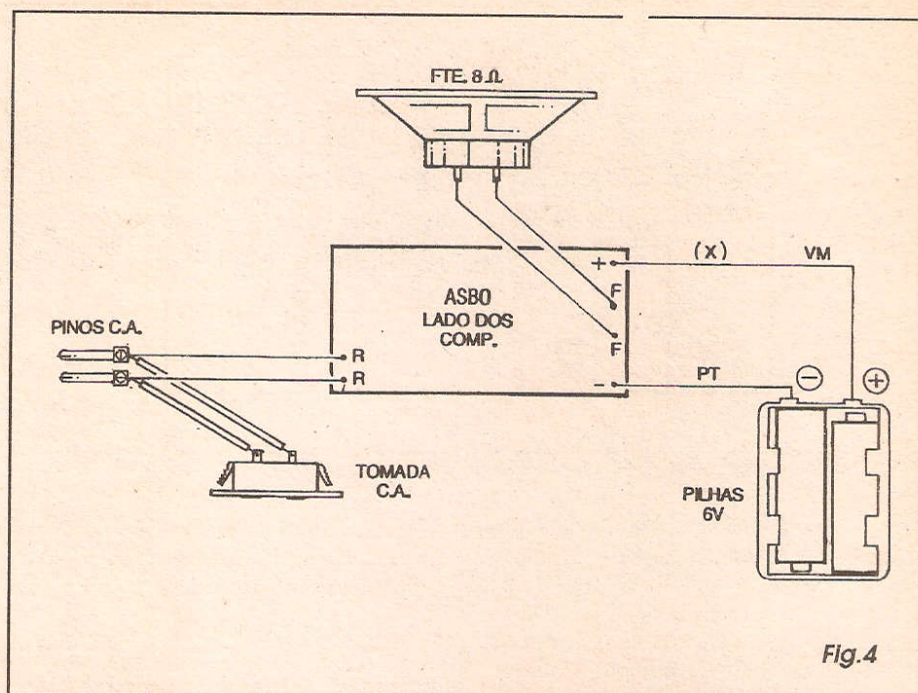

Fig.4
- **FIG. 4 - DETALHES SOBRE O TRAFO E OS LDRs...** - No item A da figura são dadas informações para o correto aproveitamento do transformador de força, incluindo o caso de *secundário* de três terminais (9-0-9), no qual o fio de um dos extremos pode, simplesmente, ser desprezado (cortado curto, por não usado no circuito...) e a explicação quanto à opção de tensão de rede, mostrando quais fios devem ser usados para 110V ou para 220V, conforme o caso... No item B é mostrado em aparência e símbolo, o LDR, no formato mais genérico que recomendamos usar no circuito da **PIPOMAZ**... Insistimos que, por várias razões mecânicas, óticas e eletrônicas, é melhor usar **LDRs idênticos**, e, além disso, que apresentem diâmetro em torno de 1 cm (os *muito* pequenos, ou *muito* grandes, não são recomendados...).
- **FIG. 4 - CONEXÕES EXTERNAS À PLACA** - Na sua concepção básica, as ligações externas à placa do circuito do ASBO são vistas na figura (placa ainda observada pela sua face sem cobre, como no diagrama anterior...). Atenção à polaridade das ligações dos fios provenientes do suporte das pilhas (sempre com o fio **vermelho** indicando o **positivo** e fio **preto** sinalizando o **negativo**...), aos pontos "+" e "-"... Os terminais do alto-falante,
maquinário a ser alimentado/monitorado, o LED piloto, os furinhos para a saída de som do alto-falante e - na lateral - o interruptor geral... Nessa configuração (mais elegante e profissional, como já foi dito...), a utilização é feita assim: os pinos da traseira do **ASBO** são ligados a uma tomada local, de 110 ou 220V, conforme o caso (não esquecendo da adequação do resistor **R_x**, conforme já explicado...) e o *rabicho* (cabo de força com plugue C.A. padrão ou específico...) do aparelho/maquinário a ser alimentado/monitorado, é ligado à tomada frontal... A partir disso, a carga está automaticamente alimentada (devido à ligação direta entre *entrada/saída* de C.A. conforme **FIG. 4...**). Acionando-se então o interruptor do **ASBO**, o LED piloto acenderá (e as pilhas internas serão acopladas ao circuito, colocando-o em real plantão...), indicando que o **ASBO** está, agora, monitorando a presença da C.A.... Um teste elementar (porém efetivo...), pode então ser feito, bastando *puxar*, momentaneamente, os pinos (da traseira) da tomada onde estavam *enfiados* simulando com isso, uma *falta de força*... Quase que instantaneamente, o sinal sonoro será emitido, bastante forte e nítido, absolutamente *não ignorável*, mesmo por quem esteja longe, e mesmo em ambiente *barulhento*...! Na *vida real*, em utilização efetiva, ao ser ouvido o sinal sonoro, naturalmente o operador ou a pessoa encarregada, imediatamente providenciará a ligação de grupos geradores, ou a energia alternativa de bancos de baterias ou fontes de *back up*, ou ainda providenciará controles manuais, mecânicos, de modo a *salvar* operações delicadas dos maquinários, que poderiam